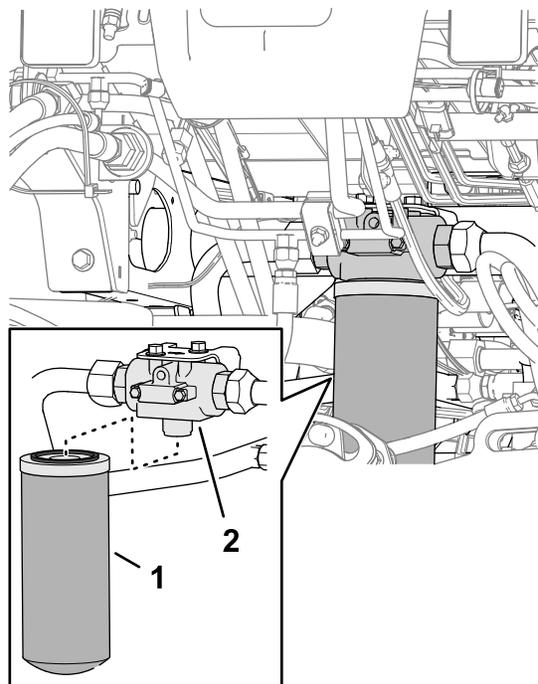

Рисунок 148
2. В передней части машины поставьте сливной поддон под фильтр линии возврата (Рисунок 148).